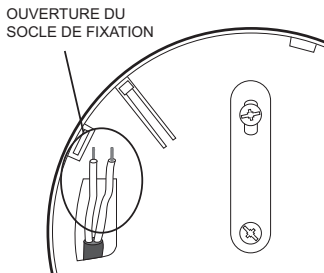

Figure 9b
2. Faites passer le câble dans l'ouverture située dans la plaque de fixation (avant de la visser au plafond) voir figure 9b.